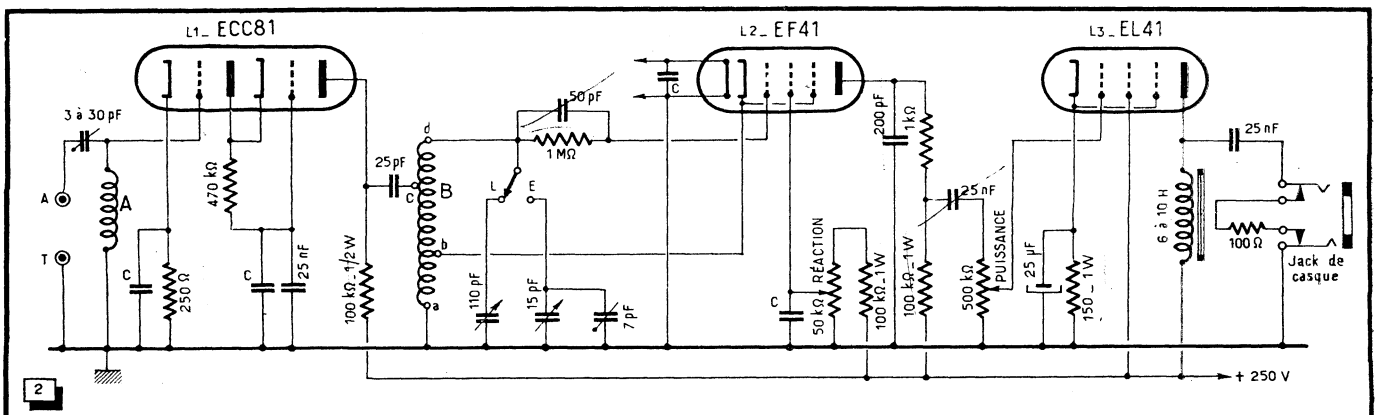

Fig. 2. — Schéma général du récepteur. Les condensateurs notés C seront du modèle au mica, de 3 000 à 5 000 pF.
À présent que nous avons examiné les détails spéciaux de ce récepteur, nos lecteurs ne seront pas surpris en les retrouvant dans le schéma général de la figure 2. Nous ne mentionnerons que les détails suivants :
5. - On retrouve sur la figure 2, le système de commutation par cavalier : L : bandes larges se recouvrant sans trous ; E : bandes amateurs étalées ;